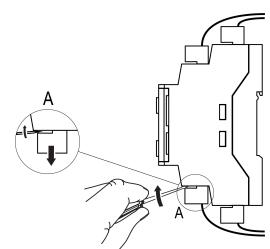

Рисунок 3 – Відокремлення знімних частин клем
- Відокремити від пристрою знімні частини кожної з клем разом з підімкненими зовнішніми лініями з'єзків за допомогою викрутки або іншого відповідного інструменту (див. рисунок 3).